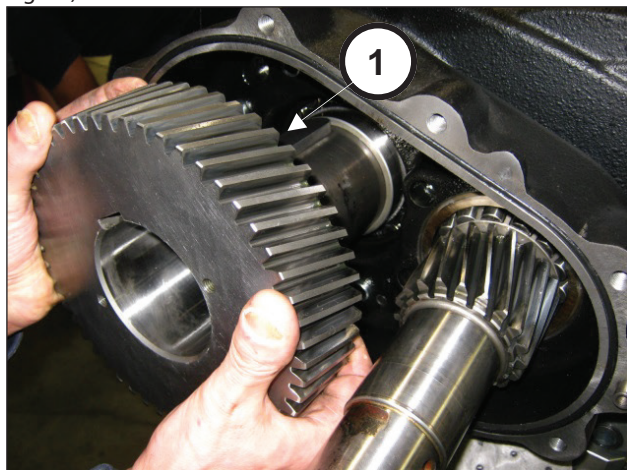
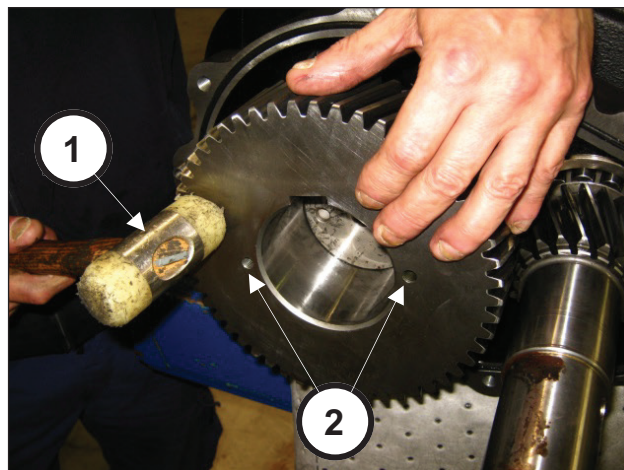

Fig. 79
Fig. 80
Inserire la corona sull'albero (pos. ①, Fig. 79) e portare a battuta mediante l'utilizzo di una massa battente (pos. ①, Fig. 80).
La corona deve essere montata assicurandosi che i due fori M8 (da utilizzarsi per l'estrazione) risultino rivolti verso l'esterno della pompa (pos. ②, Fig. 80).